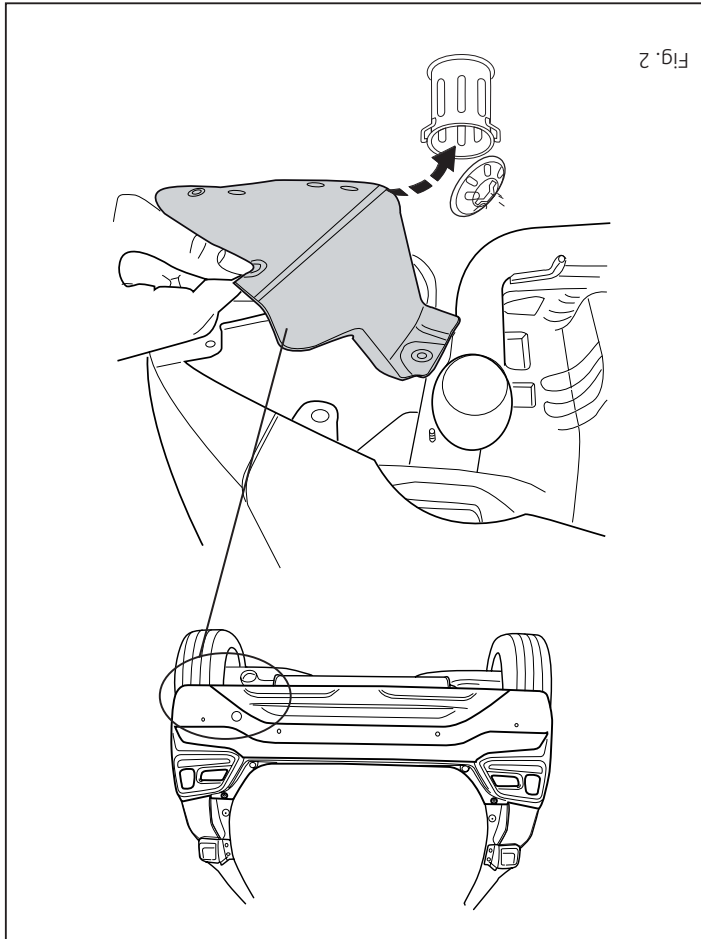

Fig. 2
2. Remove the plastic protective cap. See figure 2.
2. Die Kunststoffschutzkap abmontieren. Siehe Abbildung 2.